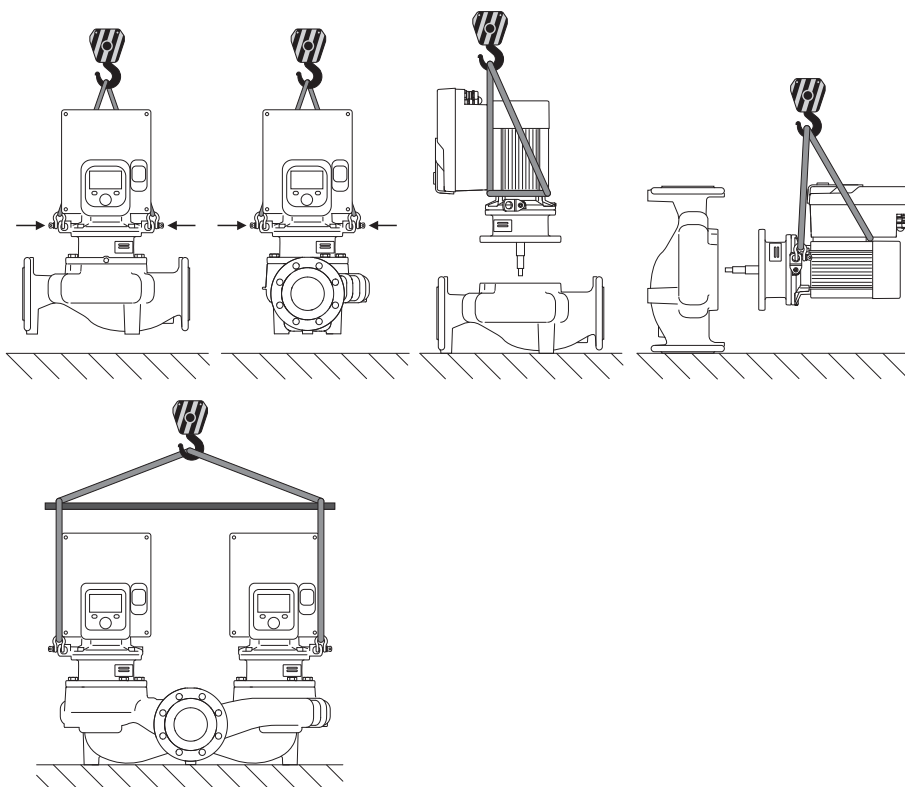

Fig. 6: Kėlimo kryptis
Transportuojant siurblių būtina naudoti leistinus kėlimo mechanizmus (pvz., skridinį, kraną ir pan.). Kėlimo mechanizmai turi būti tvirtinami prie ant variklio flanšo esančių transportavimo ąsų. Kėlimo kilpas, jeigu reikia, pastumkite po adapterio plokšte (Fig. 6).
2. Įstatomąjį modulį (Fig. 4) saugumo sumetimais pritvirtinkite prie transportavimo ašų, kad būtų galima jį pritvirtinti prie tinkamos kėlimo priemonės. Norėdami apsaugoti įrenginį nuo apvirmimo, užtvirtinkite dirželio kilpą aplink elektronikos modulio variklį ir adapterį, kaip parodyta Fig. 6. Pritvirtinimo metu nepamirškite elektronikos modulio.